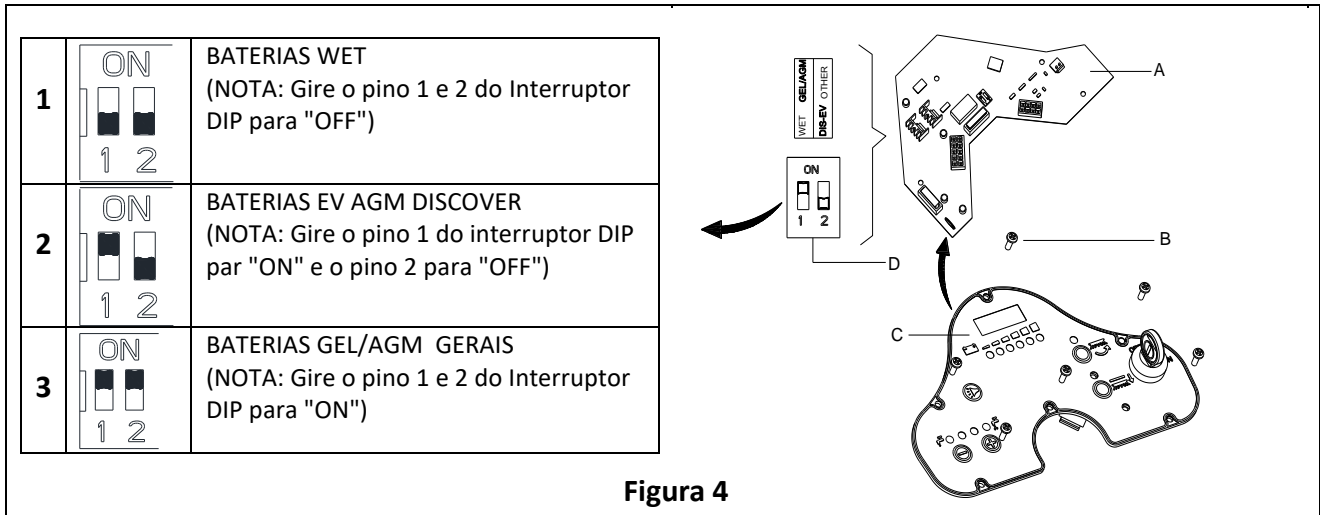

Figura 4
Quando instalar baterias novas, siga a Figura 4 para definir o interruptor DIP, ou as baterias podem ser danificadas pelas definições incorrectas.
1. Insira o interruptor de chave (40) e defina para "ON"; preste atenção ao seguinte durante os primeiros segundos do funcionamento da máquina:
- Se a luz verde (37) piscar, a máquina está definida para utilizar baterias GEL/AGM.
- Se a luz amarela (33) piscar, a máquina está definida para utilizar baterias Discover EV AGM.
- Se a luz vermelha (32) piscar, a máquina está definida para utilizar baterias WET.
4. Desaparafuse o parafuso (B, Figura 4) no painel de controlo, e gire o PCBA (A) no painel para encontrar o interruptor DIP (D); siga a Figura 4 para as definições DIP.